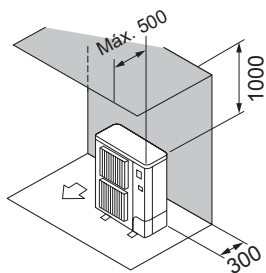

Fig. 2-8
- ② Obstáculos apenas na parte de trás e por cima (Fig. 2-8)